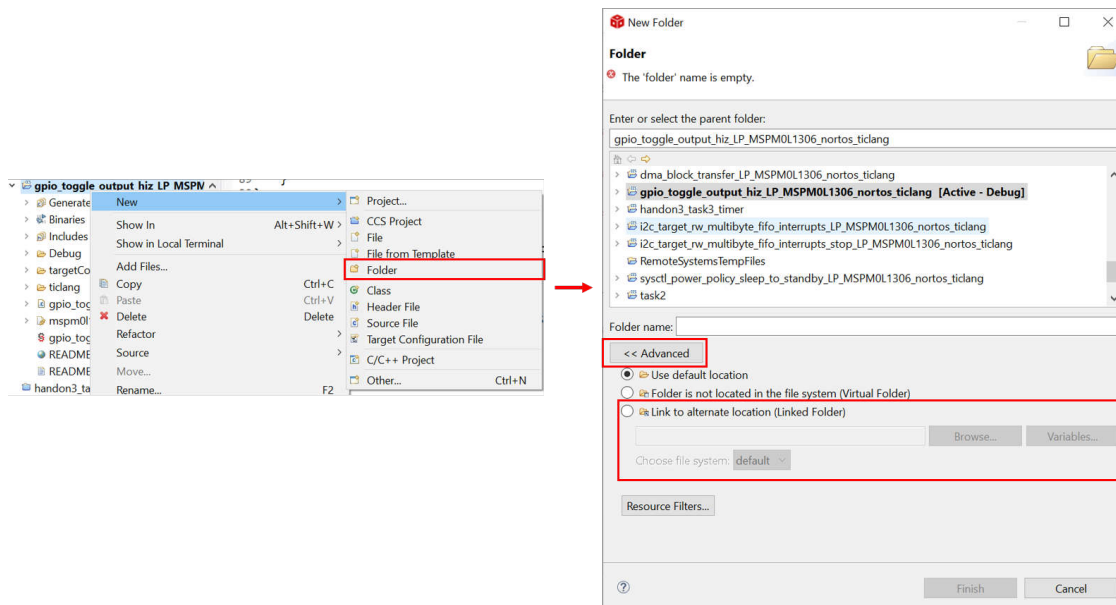

図 2-35. 関連ファイルの追加
7. サードパーティのライブラリを追加する場合、以下の手順に従ってください。まず、関連ファイルをプロジェクトに追加します (図 2-35 を参照)。